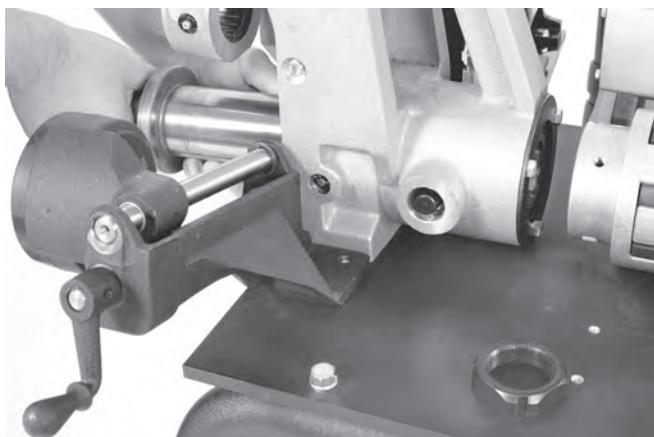

Figure 25 – Retrait de l'arbre d'entraînement
- Retirez l'arbre d'entraînement via l'avant de la rainureuse (Figure 25).